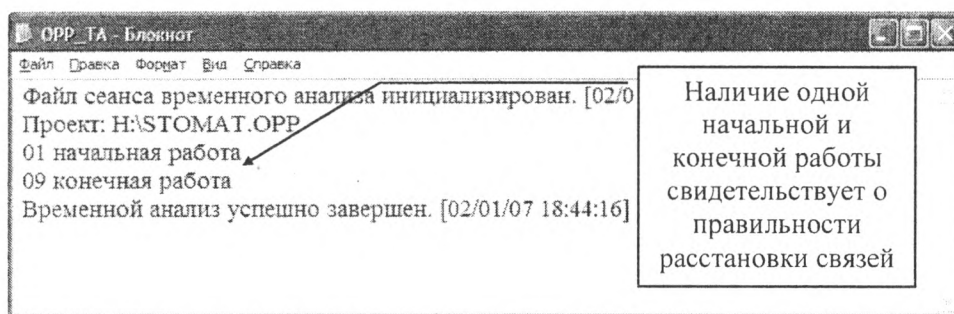

Рис. 13. Файл сеанса временного анализа
5. Просмотрите предлагаемый Вам файл сеанса (рис. 13), нажав на кнопку **Да**.